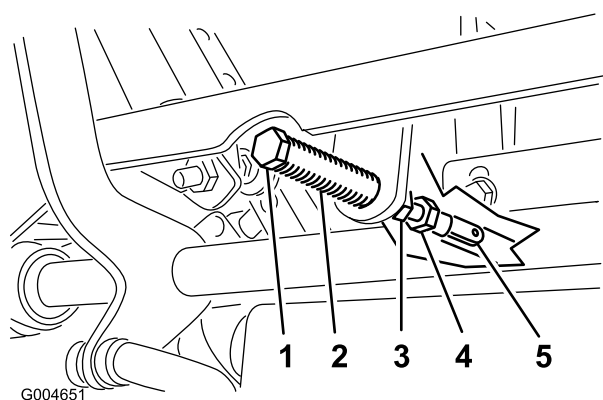

Figura 54
5. Tirate indietro la leva finché il cavallotto con testa (sul braccio sottostante l'albero di articolazione) non tocca l'estremità della scanalatura (inizia a premere sulla molla), come illustrato nella Figura 54.
7. Se occorre regolare, allentate il dado e il controdado contro la forcella (Figura 54).
8. Premendo leggermente indietro la leva di controllo del movimento, girate la testa del bullone di regolazione nella direzione opportuna finché la leva di controllo non si trova al centro, in posizione di BLOCCO IN FOLLE (Figura 54).
9. Serrate il dado e il controdado (Figura 54).
10. Serrare i controdadi dei giunti a sfera (Figura 54).